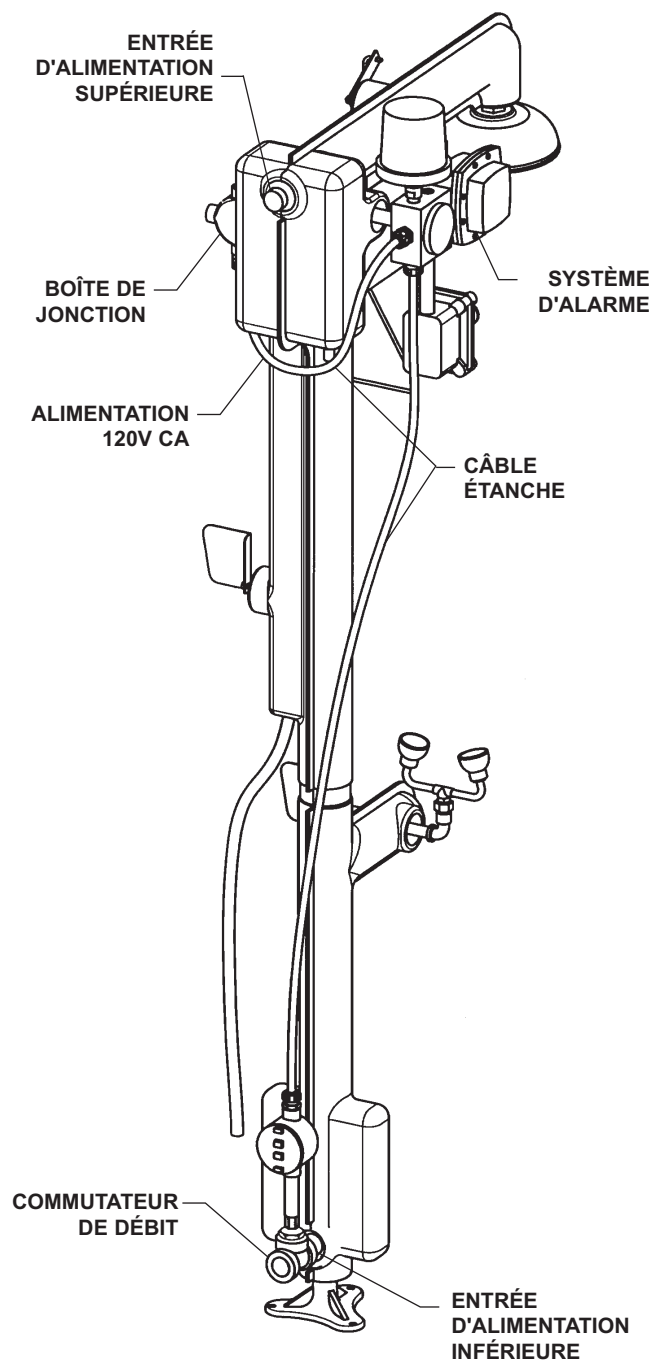
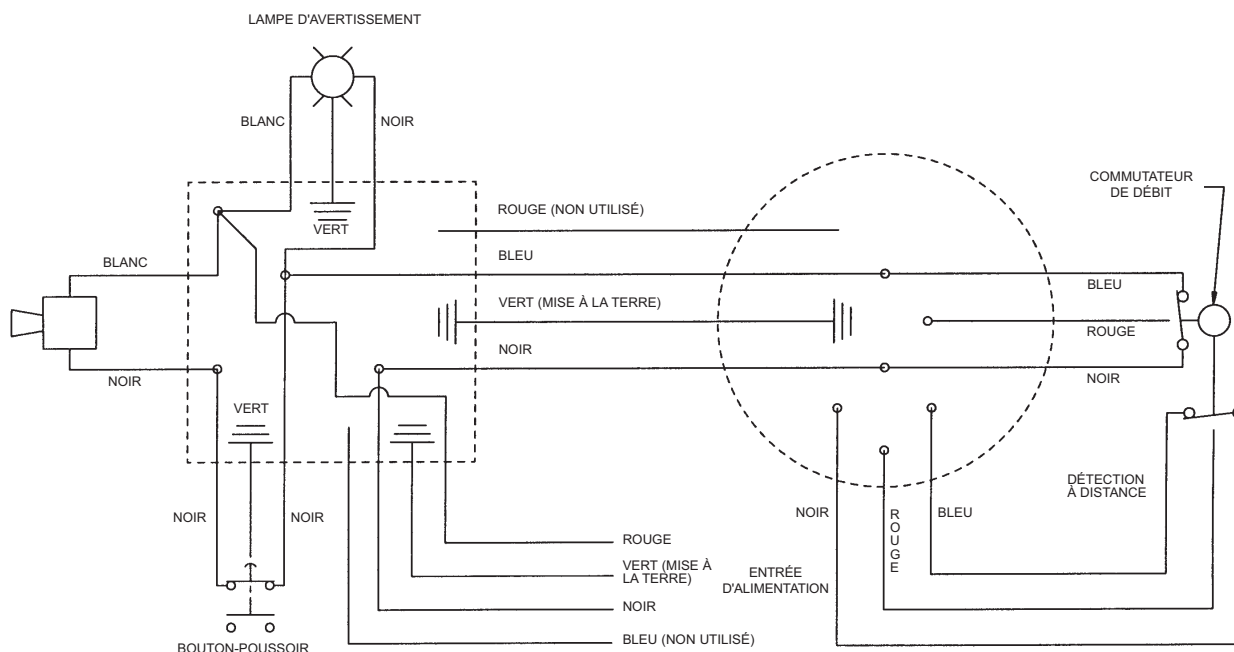

Figure 1
Figure 2
NOTE : Puisque le commutateur de débit sera installé sur l'alarme avec un câble étanche de 2,1 m (7 pi), l'installateur doit garder en mémoire l'emplacement d'installation de l'alarme, lors du choix de l'emplacement du commutateur de débit (voir Figure 1).
1. Posez l'interrupteur sur une portion horizontale de la conduite d'eau. Les orifices d'entrée et de sortie de l'interrupteur doivent se trouver à 15 cm (6 po) minimum de tout coude ou té dans la conduite d'eau (voir Figure 1).
- L'alarme peut être installée directement sur la tuyauterie de la douche d'urgence, en utilisant la quincaillerie d'installation fournie (voir Figure 1 en page 10).
1. Raccorder le commutateur de débit à l'alarme, en installant un connecteur de raccord au bout du câble étanche de 2,1 m (7 pi) ainsi que dans la boîte de jonction du commutateur de débit (voir Figure 1 en page 10, et Figure 2 ici-bas).